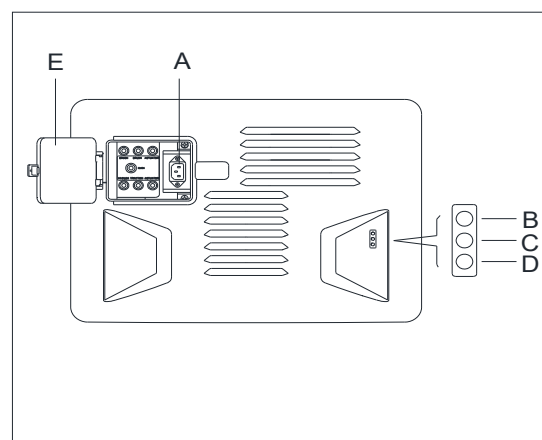

Рисунок 19
- Откройте защитную крышку (Е, Рисунок 19), подключите разъем зарядного устройства (А, Рисунок 19) к основному источнику питания, все функции машины отключатся. Включенный красный светодиод (D, Рисунок 19) будет означать, что выполняется зарядка.
- Отключите кабель зарядки батареек от электрической сети после окончания зарядки. Храните кабель зарядки батареек (F, Рисунок 19) в специальном ящике (G, Рисунок 19).
Для получения более подробной информации о встроенном зарядном устройстве (А, Рисунок 19), пожалуйста, обратитесь к соответствующему руководству от сервисного центра.